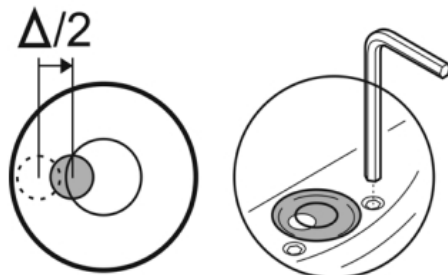

Рис. 11
Юстировка производится следующим образом: вращайте юстировочные винты (11) до тех пор, пока пузырек не сместится к центру круглого уровня на половину отклонения $\Delta/2$ (рис. 11). Затем с помощью шестигранника доведите пузырек в центр круглого уровня вращением двух юстировочных винтов.
Переместите прибор и установите его на расстоянии 1-2 м от рейки А (рис. 11).